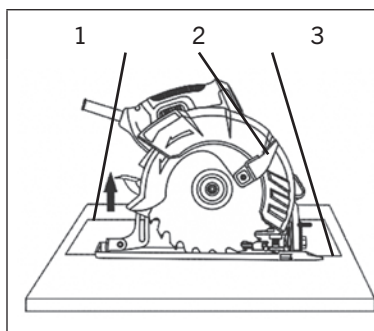

FIG. 11
4. Placez la scie sur la pièce (1) de façon à ce que la semelle soit à plat sur la pièce. (Fig. 11).
5. Ouvrez le protège-lame en faisant pivoter le levier de protège-lame (2) vers l'avant.
6. Alignez la lame de la scie avec la ligne de coupe (3) en utilisant le repère de coupe de 0° sur la semelle.